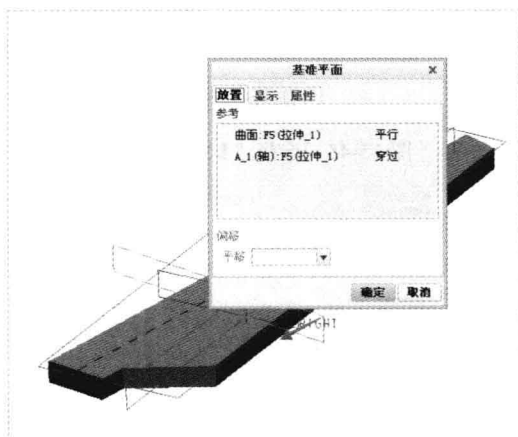

图 15-52 “基准平面”对话框 1
Step 03 在“功能区”选项板的“模型”选项卡中，单击“基准”面板中的“平面”按钮，弹出“基准平面”对话框，按住【Ctrl】键的同时，分别选取剪刀刀部的端面和 A_1 轴为放置参考，并分别设置其为“平行”和“穿过”，如图 15-52 所示。